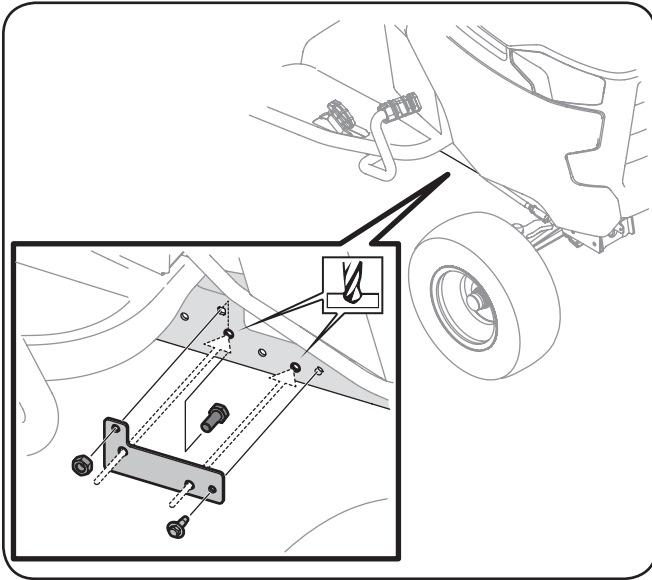

Figura 3-21
13. Se debe alinear la plantilla A del lado derecho del tractor como se indica, se debe sujetar en su lugar con el tornillo hexagonal, la tuerca y el tornillo del Kit de montaje de la Cabina para nieve/parasol. Consulte la Figura 3-21.
14. Perfore los orificios adecuados con la broca de $\frac{3}{32}$ " que se provee en el Kit de montaje de la Cabina para nieve/parasol. Consulte la Figura 3-21.